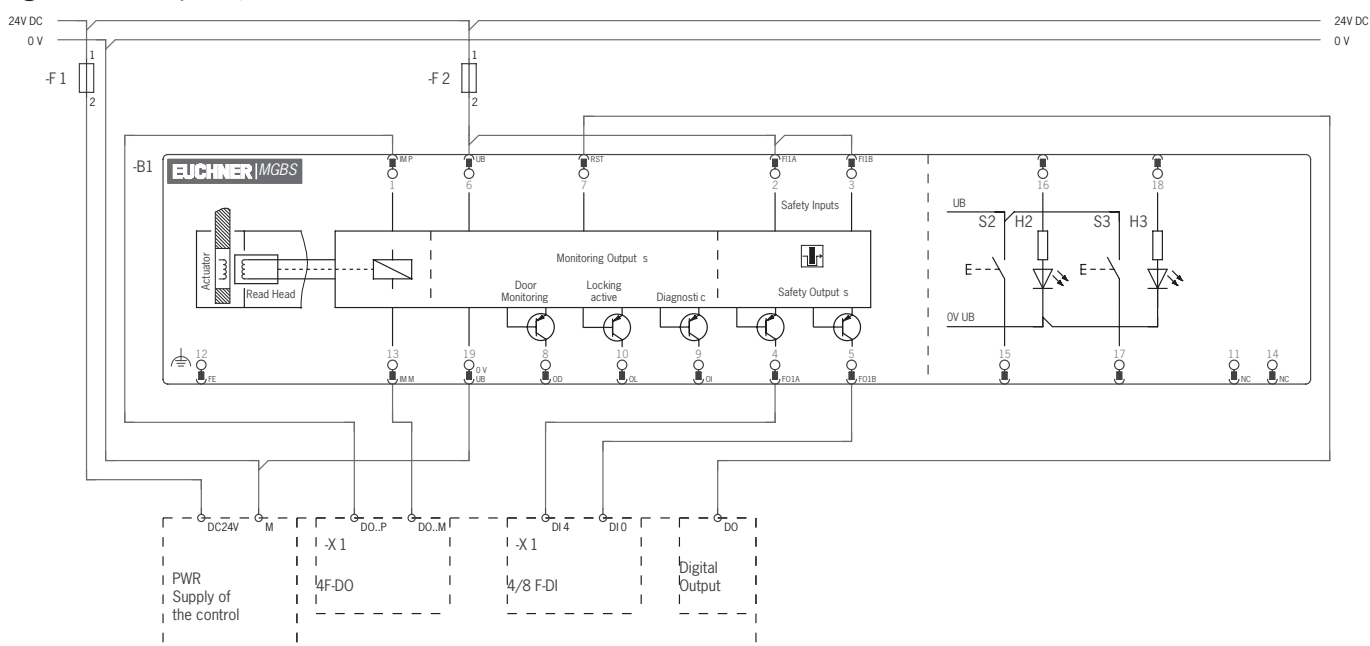

Fig. 7 : Exemple de raccordement à ET200
- ▶ En cas de commande sur deux voies de la tension de l'électroaimant par des sorties de sécurité d'une commande / d'un automate, il convient de respecter les points suivants (voir aussi Fig. 7 à la page 31) :